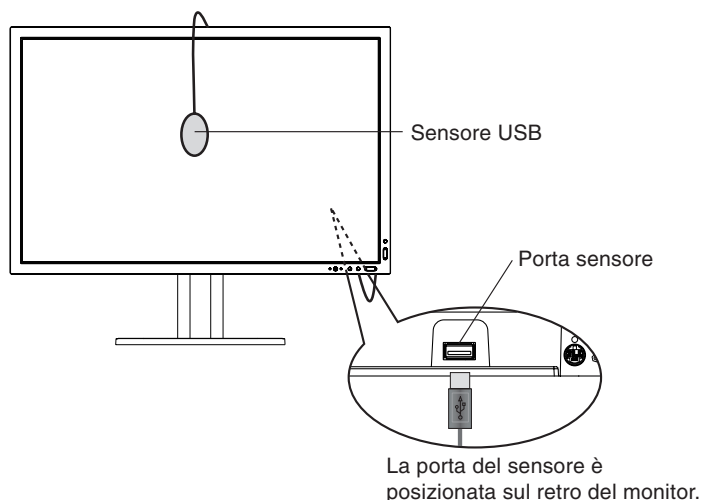

Figura S.1
1. Collegare il sensore USB alla porta del sensore (**Figura S.1**).
7. La procedura richiederà che il sensore USB venga posizionato al centro del display (**Figura S.7**). Inclinare il display di circa 5° all'indietro e posizionare il sensore USB al centro del display (**Figura S.1**).